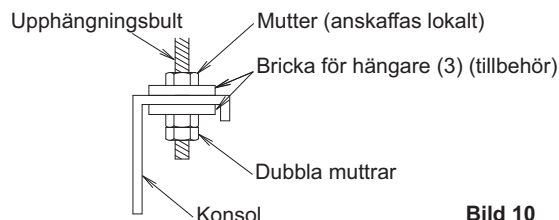

Bild 10
- (1) Fäst upphängningskonsolen i upphängningsbulten. (Se bild 10)